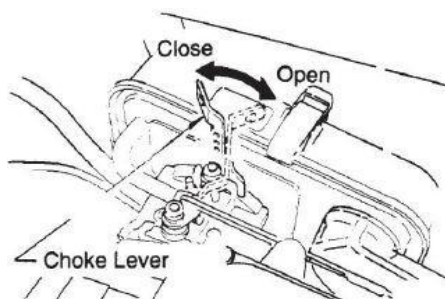

Fig 7
3. Cierre la Palanca del estrangulador (Fig. 7) y mueva la palanca del acelerador a la posición **Completamente Abierto** Posición. Al girar la palanca del estrangulador 90 grados en sentido horario, se cierra el estrangulador. En clima frío, arranque la unidad con el estrangulador completamente cerrado. En clima cálido o con el motor caliente, puede arrancar la unidad con el estrangulador abierto a medias o completamente abierto.
5. Si el motor no arranca, mueva la palanca del estrangulador (Fig. 7) a la posición medio abierta para evitar inundaciones.